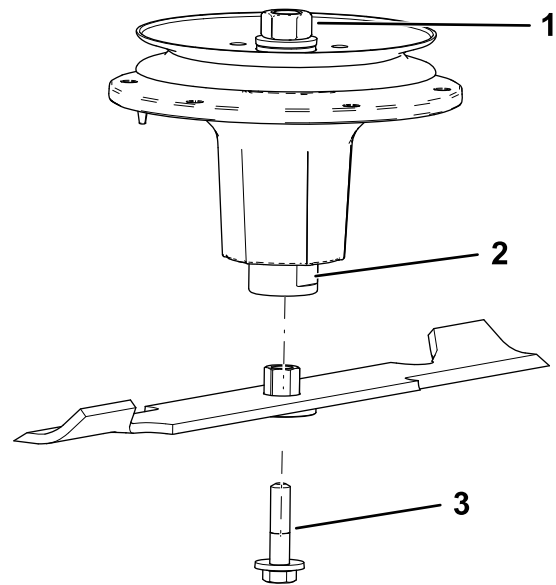

Figure 83
2. Installez l'ensemble douille et lame sur l'axe de pivot (Figure 83).